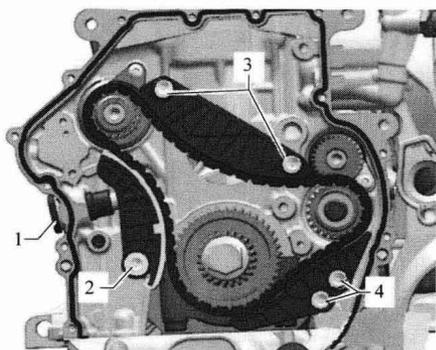

图 1-1-7
(8) 拆卸正时链张紧轨和凸轮轴正时链滑轨，取下凸轮轴正时链条。
(9) 如图 1-1-7 所示，拆卸平衡轴正时链的链条张紧器 1、张紧轨 2、滑轨 3 和滑轨 4，取下平衡轴正时链条。
(3) 如图 1-1-7 所示，安装正时链滑轨 4 并拧紧螺栓。
(4) 如图 1-1-7 所示，安装正时链滑轨
(5) 如图 1-1-7 所示，安装正时链张紧器 2 并拧紧螺栓。
(6) 涂防松剂后安装正时链的链条张紧器 1 (图 1-1-7)。